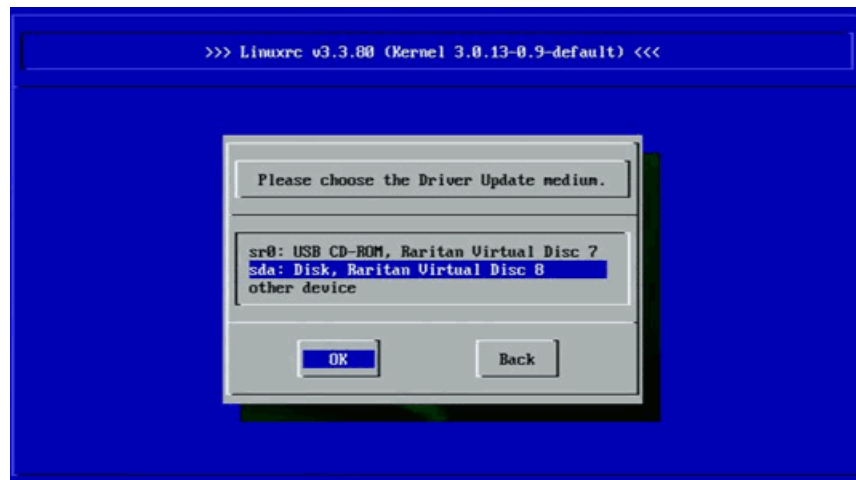
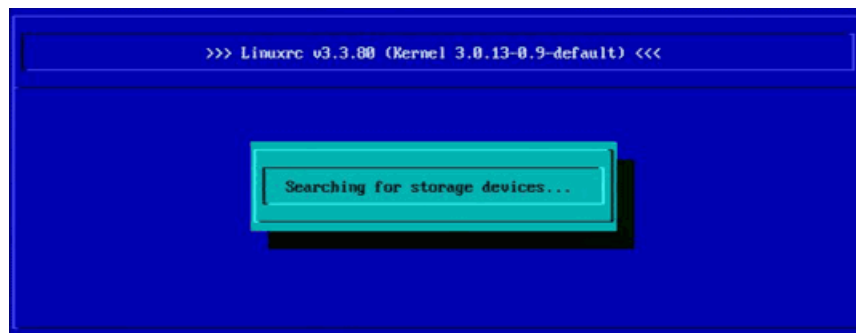

Ilustración 13-12. Selección de los soportes de actualización de los controladores
Ilustración 13-13. Carga de los controladores
2. Siga las indicaciones para elegir el soporte de actualización de los controladores (Ilustración 13-12) y cargue los controladores (Ilustración 13-13).